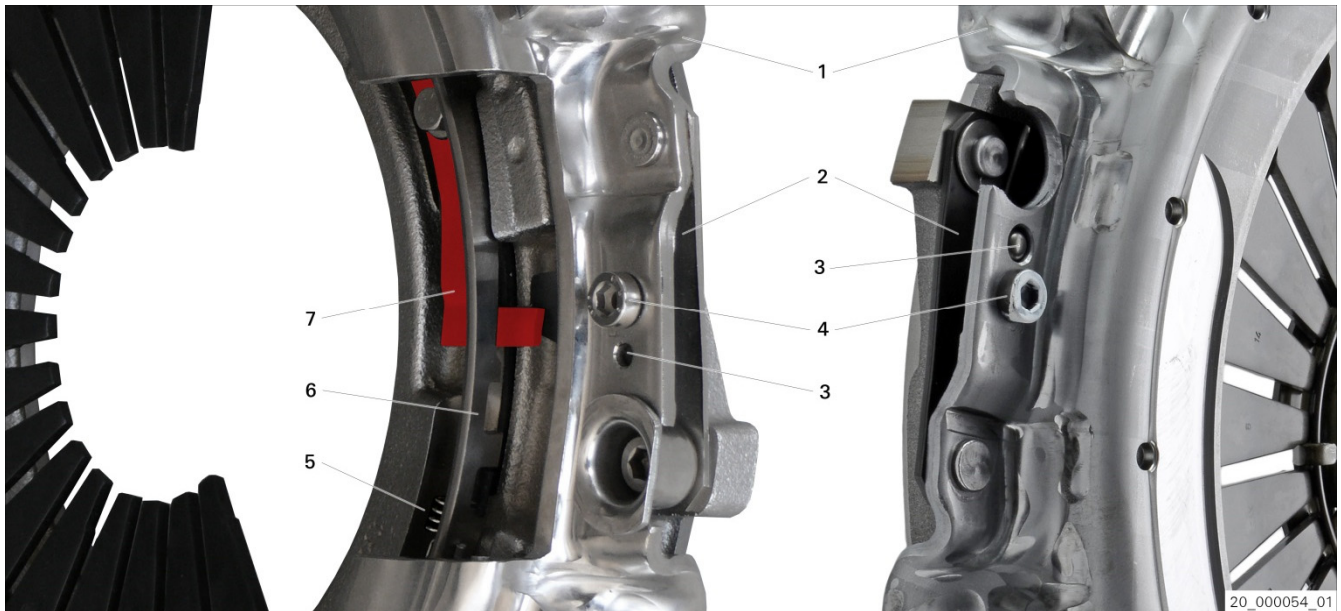

Fig. 1: placa de pressão XTend com parafuso de batente
- Durante a montagem de um novo disco de embreagem, substituir sempre também a placa de pressão. O ajuste do compensador automático de desgaste (fig. 1) **não** pode ser revertido.
Placa de pressão XTend com parafuso de batente (Fig. 1)